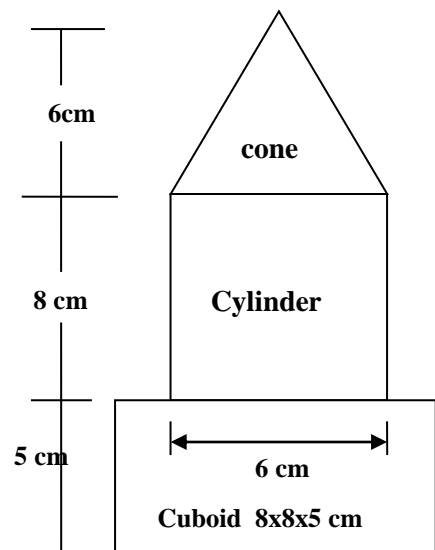

Fig 6
- (૩) નીચે જણાવ્યા પ્રમાણે સિંગલ પરચેઝ ક્રેબ ના માપોની સુચિ છે. લોડ ડ્રમ નો વ્યાસ = 200mm, લીવરની લંબાઈ = 1200 mm, પીનીયન ઉપર દાંતા ની સંખ્યા = 10, સ્પરવ્હીલ ઉપર દાંતાની સંખ્યા = 100. આ મશીનનો વેગ ગુણોતર શોધો. આમશીન ઉપર 100 N અને 160 N ના પ્રયત્નબળથી અનુક્રમે 3000 N અને 9000 N નો ભાર ઊંચકવા માટે જરૂર પડે છે. તો યંત્ર નો નિયમ શોધો. અને 9000 ના ભાર ઉંચકતા કેટલી કાર્ય ક્ષમતા મળશે?
- (4) Find Centroid of the lamina as shown in Figure 6.